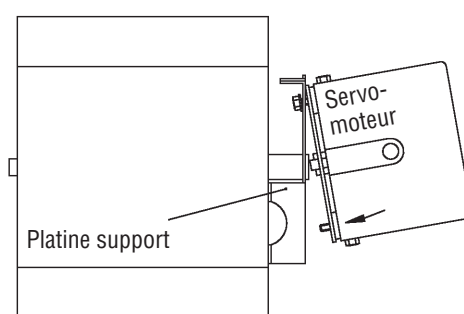

Fig. 4
1. Desserrez l'écrou de fixation, retirez le levier d'ouverture. (Fig. 4)
8. Tournez la broche de réglage de la commande du moteur en position de réglage jusqu'à ce qu'elle soit immobilisée par le levier de blocage. (Fig. 4)
9. Introduisez le levier d'ouverture dans l'arbre, mettez l'écrou de fixation en place et serrez. (Fig. 4)